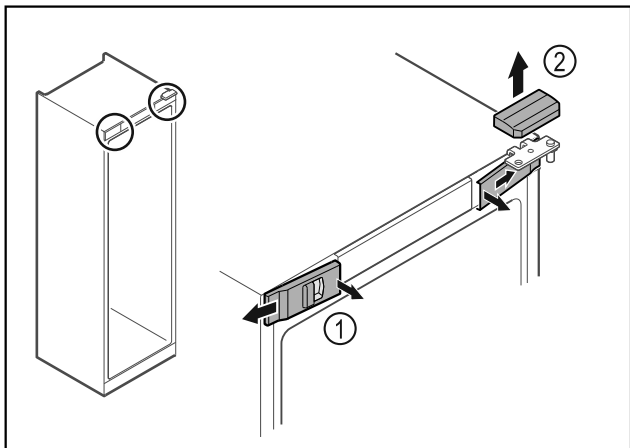

Fig. 16
- ▶ Spnite sprednje pokrove Fig. 16 (1) in jih odstranite proti strani.
- ▶ Zgornji pokrov Fig. 16 (2) snemite v smeri navzgor.